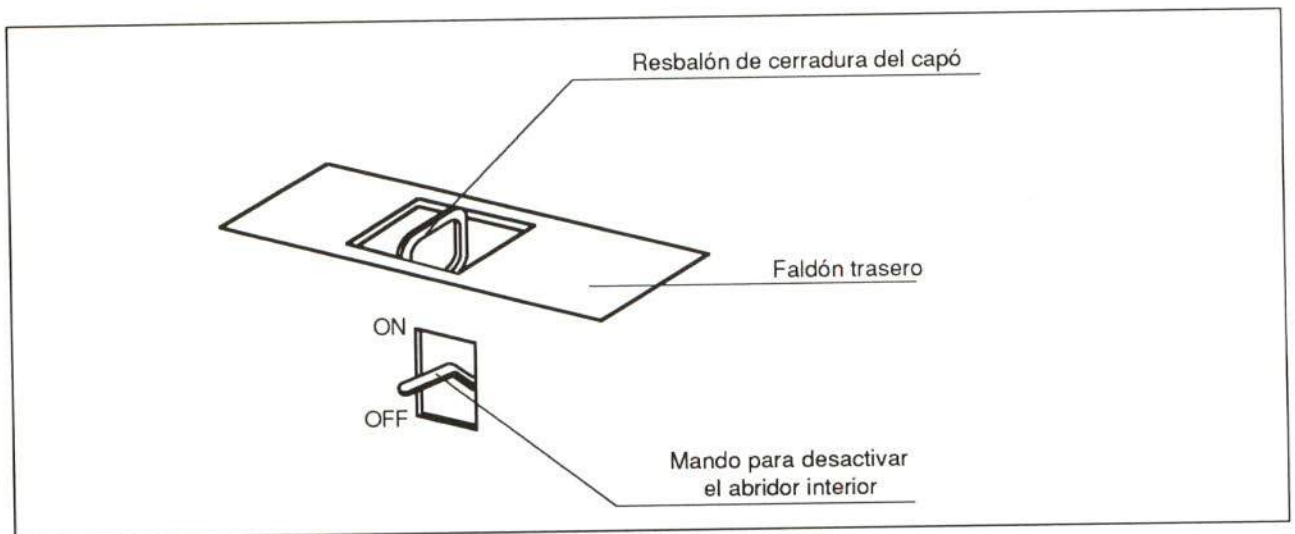

Figura 10.- Cerradura del maletero
4.2.- Cerradura del capó maletero: El maletero se abre mediante el mando situado junto al asiento conductor, en el habitáculo de pasajeros. No obstante, su cerradura incorpora un resorte para desactivar el mando del lado conductor. (figura 10)